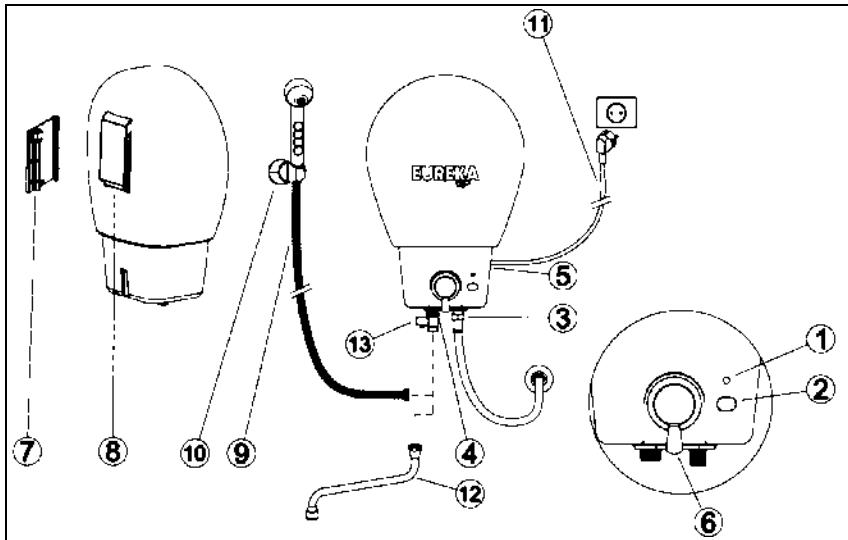
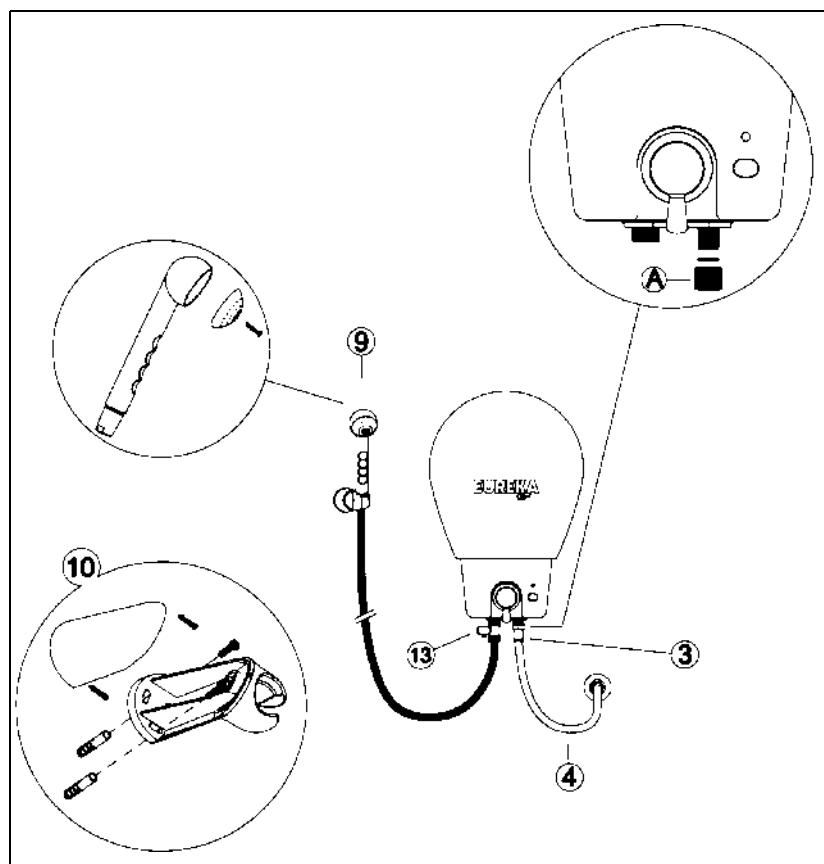

Рис.1
Рис.3
2- подсоединение к системе водоснабжения (рис. 3)
- c) Подсоединить подводящую трубу к входной трубе водонагревателя (3) посредством гибкой подводки (в комплектацию не входит). На подводящую трубку навернут переходник (A) на 1/2" с уменьшенным входным отверстием. Если давление воды на выходе водонагревателя будет недостаточным, то поменяйте его на такой же, но с большим диаметром входного отверстия (входит в комплект поставки).
- e) Подсоединить предохранительный клапан (13) к выходной трубе (4) водонагревателя (см. рис. 1).
- f) Подсоединить гибкий шланг с душевой насадкой (9) или кухонный излив (12) к предохранительному клапану (13), подсоединеному к выходной трубе водонагревателя (4).
- g) Закрепить держатель для трубы душа (10) на стене в желаемом положении (для моделей, в комплектацию которых он входит).
- i) Перевести рукоятку смесителя (6, рис.1) в положение "горячая вода" и открыть воду, потянув на себя ручку смесителя.
3- Подсоединение к электрической сети (рис.1)
ИНСТРУКЦИИ ПО ИСПОЛЬЗОВАНИЮ ВОДОНАГРЕВАТЕЛЯ EUREKA(рис.1)
2- Как пользоваться душем (рис.1)
Помимо этого, следует проводить очистку сетки душевой насадки (9, рис.3) или трубы излива (12, рис.1) всякий раз, как становится заметным наличие отложений накипи, препятствующих свободному стоку воды и создающих опасные перепады давления воды в рабочем баке.